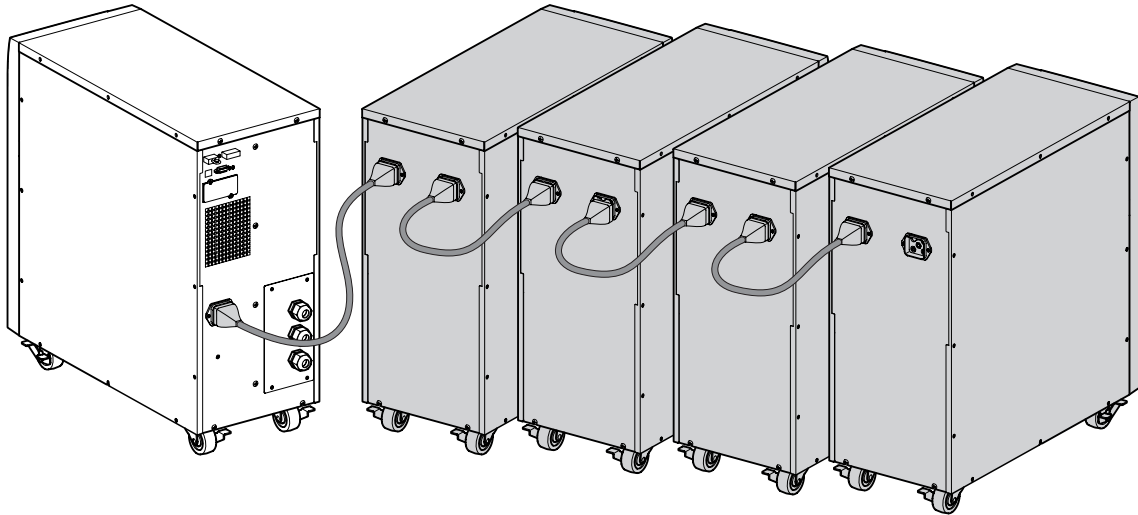

Abbildung 7. Anschließen der EBM's.
1. Verbinden Sie alle Steckverbindungen zwischen den EBM's und der USV, wie in Abbildung 7 dargestellt. Bis zu vier Erweiterungsmodule können an die USV angeschlossen werden.